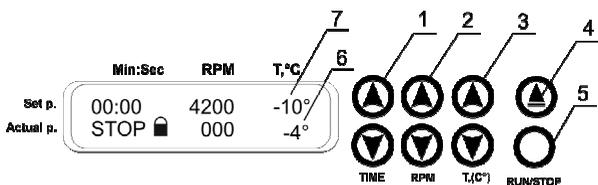

Fig 2. Pannello di controllo
- Il rotore deve essere sempre fissato in modo sicuro. Un rumore insolito può essere segno di un fissaggio scorretto del rotore, pertanto arrestare immediatamente l'unità premendo il tasto RUN/STOP (Fig. 2/5) in caso di rumori insoliti.
Se il coperchio della centrifuga è chiuso, aprire la centrifuga premendo il tasto ▲ (Fig. 2/4) e aprire il coperchio sollevandolo con la mano.
- 4.6. Utilizzare i tasti ▲ e ▼ T,°C (Fig. 2/3) per impostare la temperatura desiderata (intervallo di impostazione -10...+25°C, incremento di 1 °C). È possibile regolare la temperatura anche quando l'unità è in funzione.
Per una migliore termostabilizzazione, impostare la velocità del rotore su 500 rpm utilizzando i tasti  e  RPM (Fig. 2/2). Premere il tasto RUN/STOP per avviare la centrifugazione.
- 4.7. Al termine del processo di termostabilizzazione, ossia quando i valori della temperatura impostata (Fig. 2/7) sono uguali a quelli della temperatura effettiva (Fig. 2/6), premere il tasto RUN/STOP per interrompere la centrifugazione.
- 4.11. Utilizzando i tasti ▲ e ▼ TIME (fig. 2/1), impostare l'intervallo di tempo desiderato (0-90 min, incremento di 1 min).